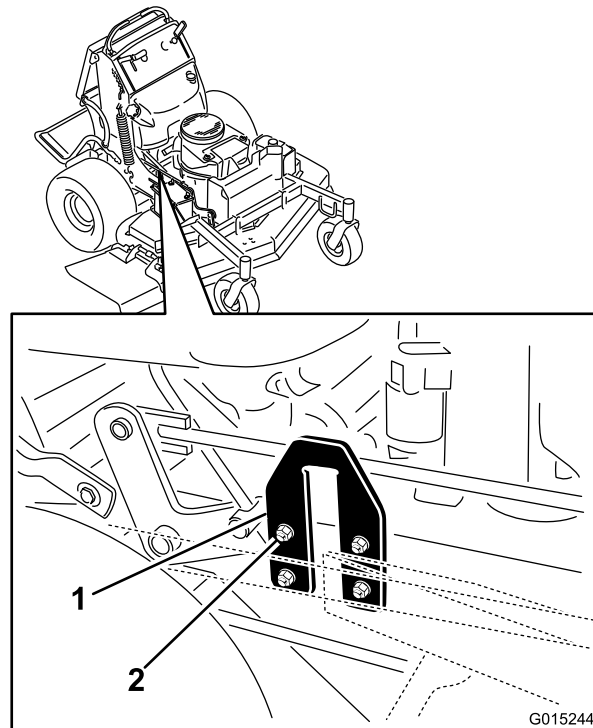

図 83
2. エンジンデッキの側面についている U プレートを探し出す (図 83)。
3. 片側の U プレートをゆるめて、上または下に移動させて、B と C とでの測定値の差が6mm以内になるようにする (図 83)。